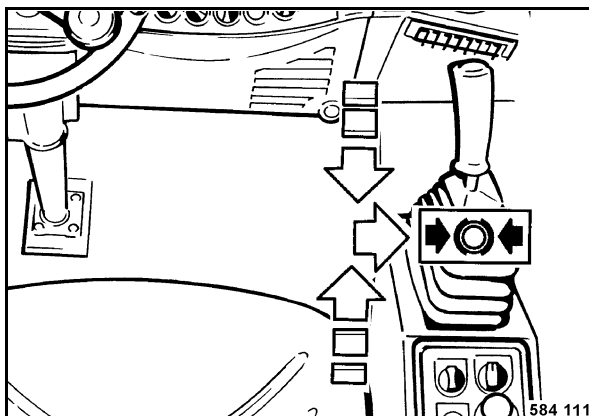

Fig. 53
- Colocar la palanca de marcha (Fig. 53) poco a poco en posición "Neutral" y encajarla hacia la derecha en posición de frenado.